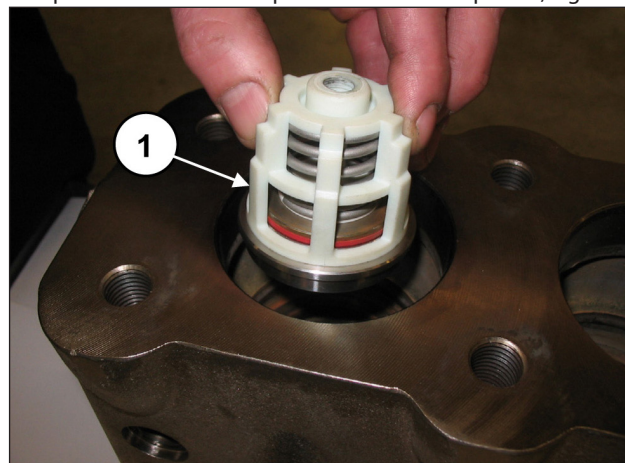
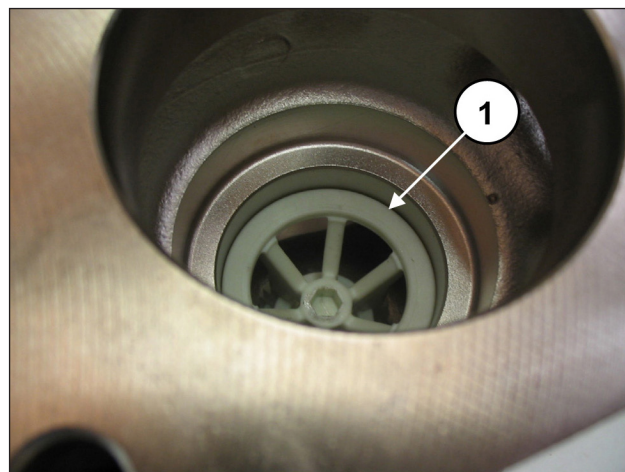

Fig. 115
Fig. 116
Accertarsi che O-ring e anello antiestrusione vengano alloggiati perfettamente in sede. Inserire il gruppo valvola di aspirazione (pos. ①, Fig. 115) e successivamente il distanziale (pos. ①, Fig. 116). Il gruppo valvola completo deve essere inserito completamente a fondo e presentarsi come in pos. ①, Fig. 116.